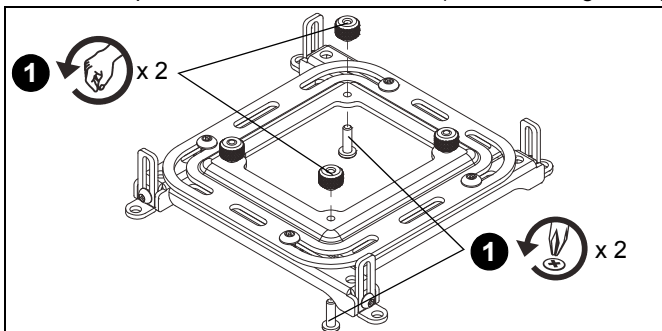

Figura 16
1. Remova as duas porcas borboleta e parafusos Phillips dos cantos opostos da interface universal. (Consulte a Figura 16)